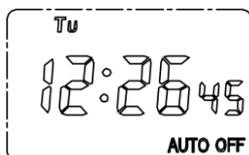

Fig.8
6.2.2.2 Pulsar "MD" para ajustar la hora. Pulse "◀" hasta poder introducir la hora y pulse "▲" y "▼" hasta que el display muestre la hora actual (ver Fig.8) 236.